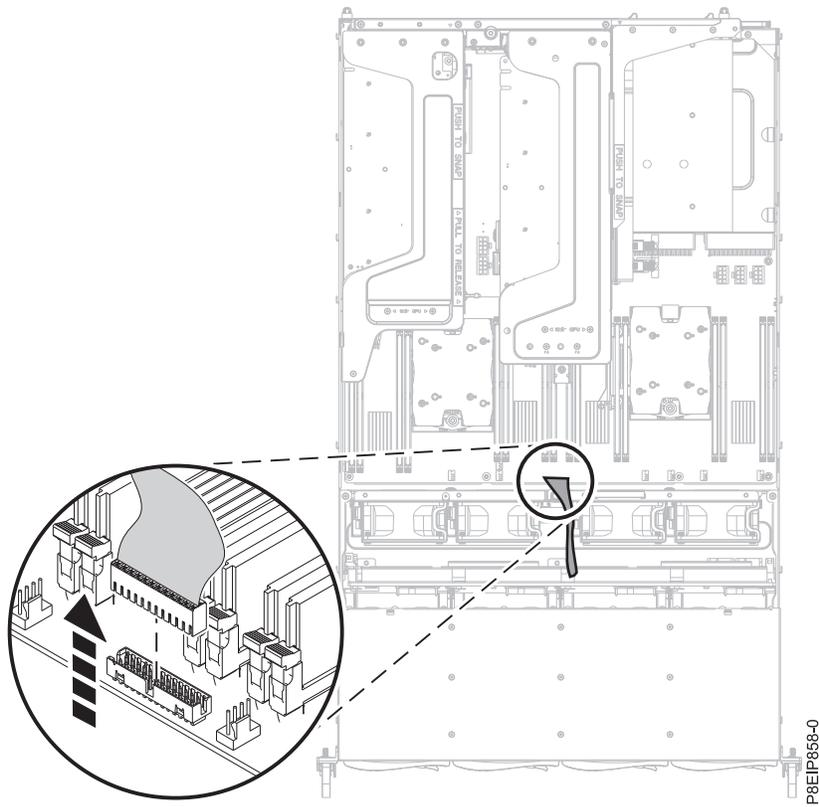

Figura 61. Extracción del cable del panel de operador
6. Extraiga el cable del panel de operador de la placa posterior del sistema, como se muestra en la Figura 61 en la página 53.